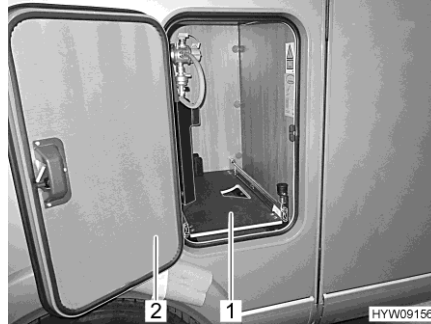

Bild 89 Utdragsdel till gasbox
- Öppna luckan (Bild 89,2) till gasboxen.
- Dra ut utdragsdelen till gasboxen (Bild 89,1) tills knoppen hakar i igen. Utdragsdelen till gasboxen är nu spärrad i detta läge.